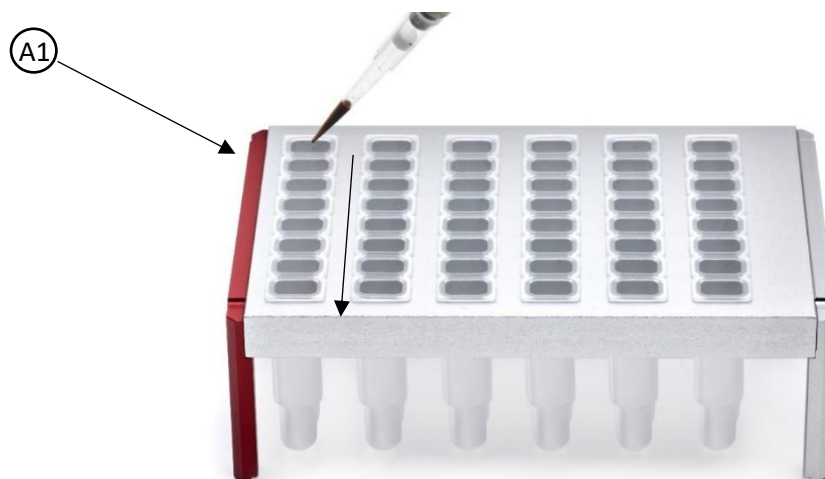

Рисунок 2 – Порядок установки стрипов в штатив и внесения образцов в пробирки стрипа
4. Расположить штатив для глубоколоночных стрипов «COLIBRI 48» на рабочей поверхности бокса биологической безопасности/ПЦР-бокса таким образом, чтобы обозначение «A1» на боковой стороне штатива располагалось в верхнем левом углу (см. рис. 2).
5. Поместить стрипы с *Раствором МЧ+* (с проколотым защитным слоем) в штатив для глубоколоночных стрипов «COLIBRI 48». Заполнение штатива стрипами осуществляется слева направо (см. рис. 2).
6. Осторожно, не задевая осадок, перенести супернатант, полученный в п. 10 подраздела 7.1, в пробирки стрипов с *Раствором МЧ+*, начиная с положения A1 (см. рис. 2). Пробирки заполняются сверху вниз в ряду, ряды меняются слева направо.
11. Поместить одинаковое количество стрипов с *Промывочным раствором ПР* (с проколотым защитным слоем) в два штатива для глубоколоночных стрипов «COLIBRI 48». Заполнение штатива стрипами осуществляется слева направо (см. рис. 2).